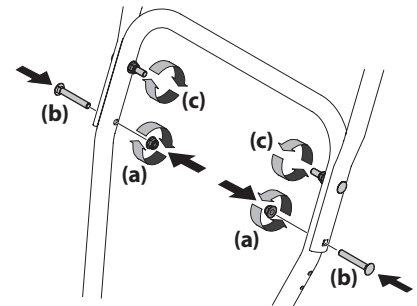
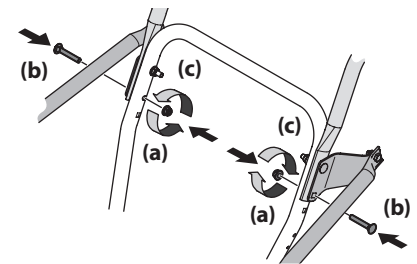

Figura 2-6
Figura 2-7
6. Sujete los dos tornillos de carro (b) y las tuercas (a) que se extrajeron en el Paso 2. Termine de sujetar la barra de control, para lo que debe ajustar las dos tuercas superiores (c) que se aflojaron en el Paso 2. Para unidades con soportes laterales, consulte la Figura 2-6 o la Figura 2-7.